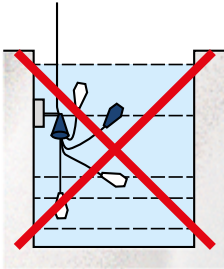

Imagen 6. Evite una sujeción en la que el cable podría doblarse por una curva demasiado pronunciada.
- La sujeción del interruptor flotador de nivel debe estar separada a una distancia del tubo de succión de la bomba de agua. El acercamiento del cable del interruptor flotador y el tubo de succión acorta la vida útil del cable, por lo que el interruptor flotador de nivel debería colgar libremente del cable (imagen 6 en la página siguiente).